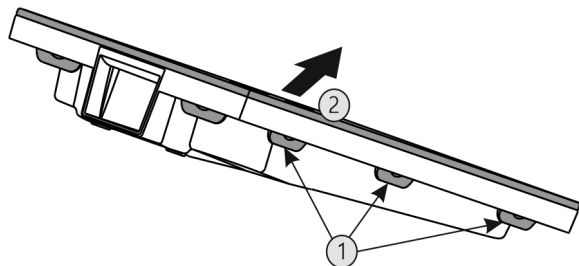

Fig. 41
- ▶ Последовательно нажать на все наклейки Fig. 41 (1) и снять крышку Fig. 41 (2).